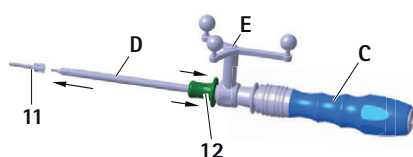

Rys. 8 Montaż instrumentu jednostki z gwiazdką referencyjną (kalibracja za pomocą ICM 4) i uchwytu S⁴C (FW067R lub FW165R) do śrubokręta S⁴C
- ▶ Zwolnić tulejkę blokującą 8, patrz Rys. 8.